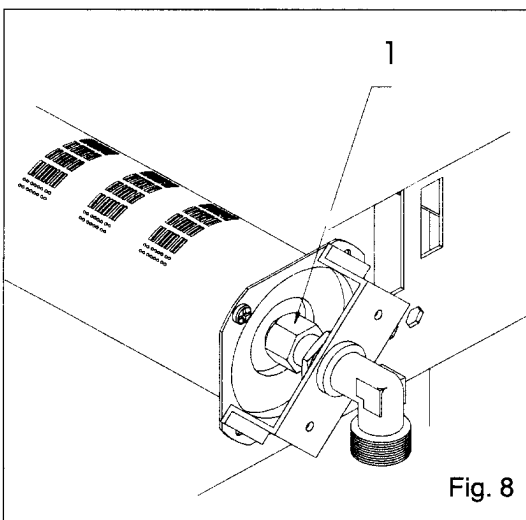

Fig. 8
- quitar el tornillo "P" ( Fig.8 ) de la toma de presión de la válvula;